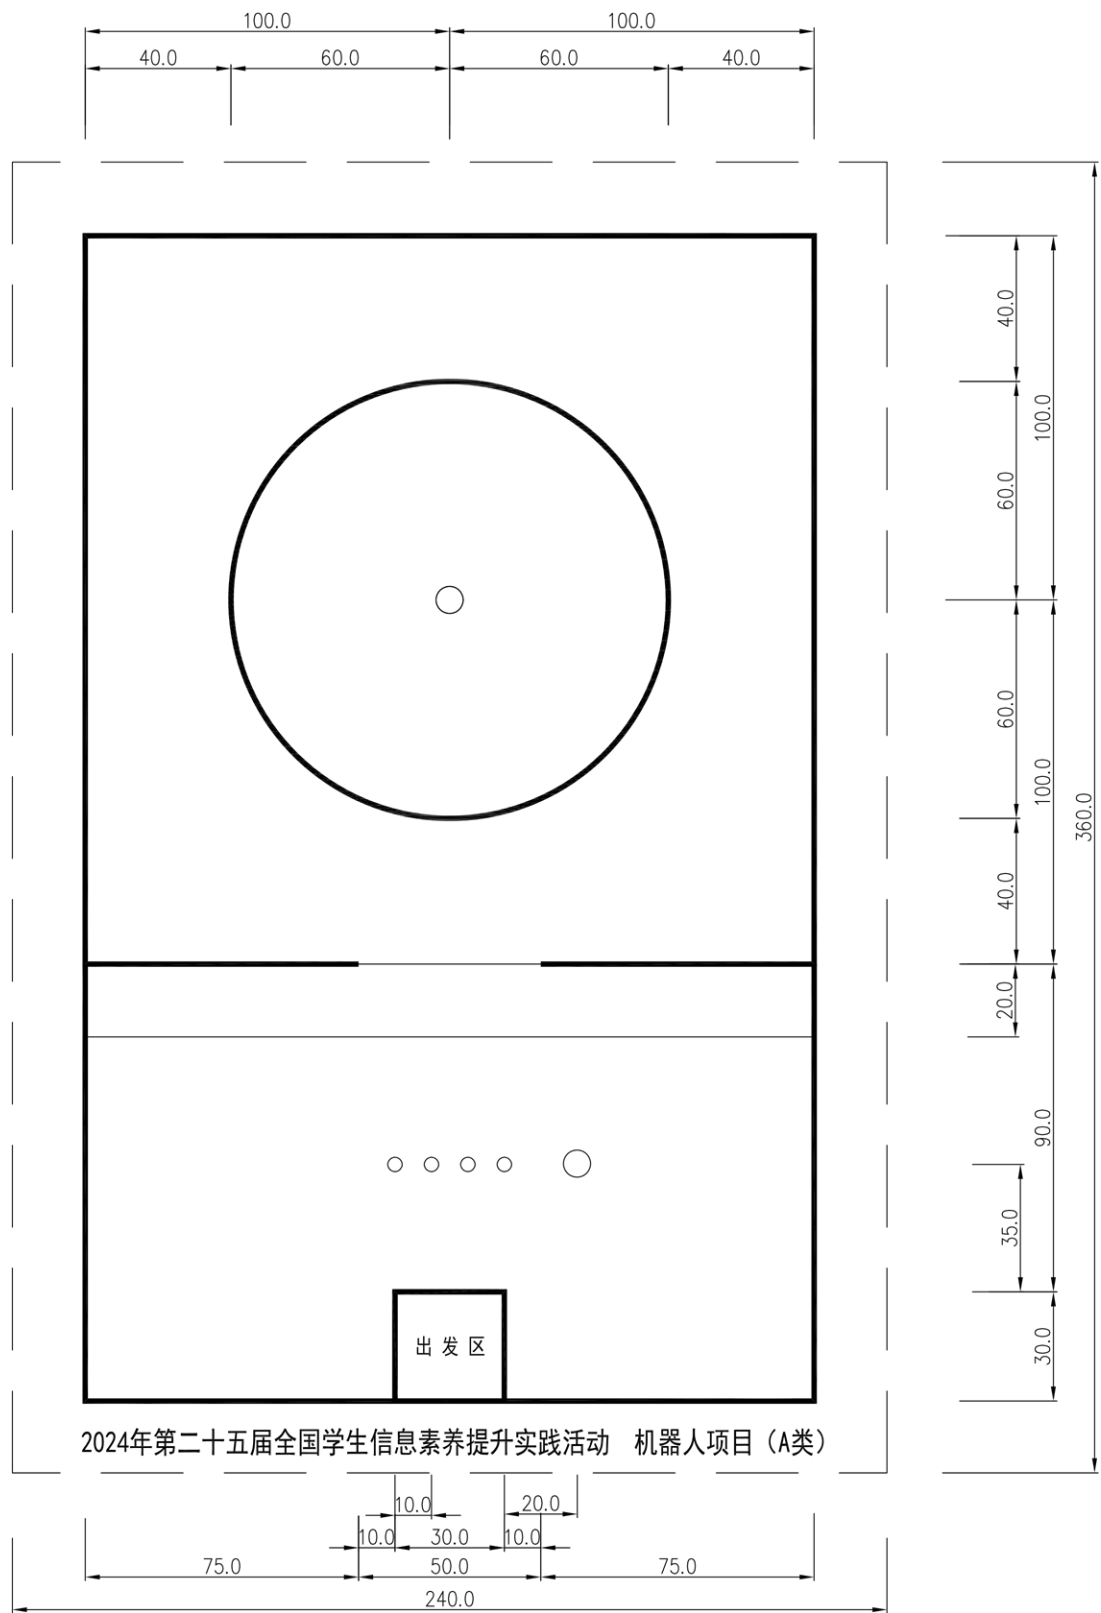

图 1 场地俯视示意图
1.1 场地为尺寸大小约320cm×200cm的550#黑底喷绘布喷绘（以现场提供为准），如图1所示。
为 10g 以内，若干个。颜色分为红色（参考色值为 C0 M100 Y100 K0）和蓝色（参考色值为 C90 M90 Y0 K0）；材质分为铁质和塑料。待分拣物品被摆放在任务区（如图 1 所示），具体位置以现场公布为准。
3.2 基本任务区与挑战任务区分别放置一个物品收纳桶，其位置如图 1 所示，外观颜色为红色（参考色值为 C0 M100 Y100 K0）。